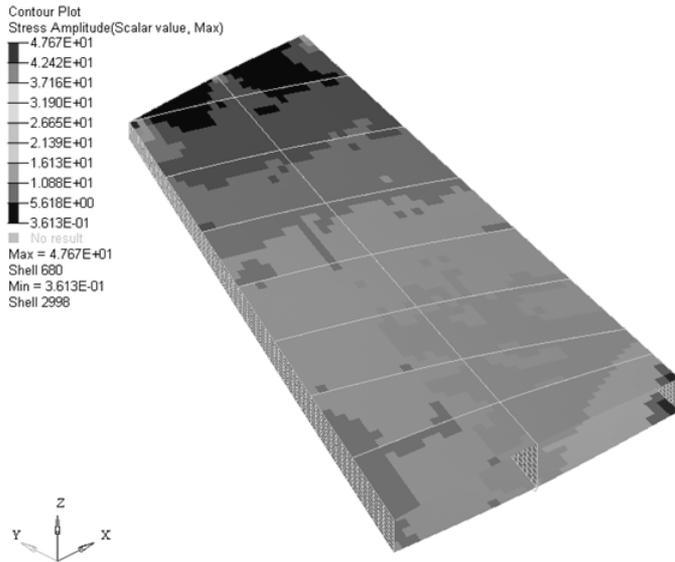

图 13-60 显示创建的结果
(11) 重新勾选 Display alias 复选框，单击 OK 按钮。
(12) 在 Results Browser 中依次展开文件夹 Results>Scalar。
(13) 单击 Stress Amplitude 旁的云图图标，对当前模型应用新的结果云图。如图 13-60